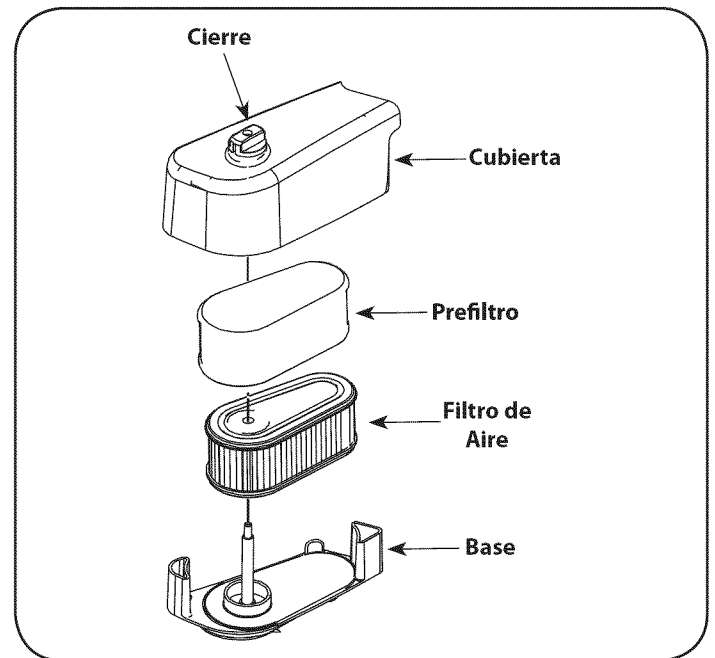

Figura 18
1. Quitar el cierre y la cubierta del filtro de aire. Vea Figura 18.